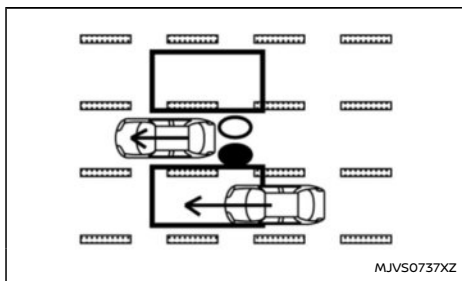

Figura 1 Avvicinamento da dietro
**Figura 1:** La spia BSW LED si accende se un veicolo entra da dietro nell'area di rilevamento nella corsia adiacente. Tuttavia, se il veicolo che sta sorpassando viaggia a una velocità più elevata rispetto al vostro veicolo, la spia BSW a LED potrebbe non accendersi prima che il veicolo rilevato si sia affiancato al vostro veicolo. Usare sempre gli specchietti retrovisori interno ed esterni e guardare nella direzione di spostamento del veicolo per accertarsi che le condizioni di sicurezza permettano un cambio di corsia.